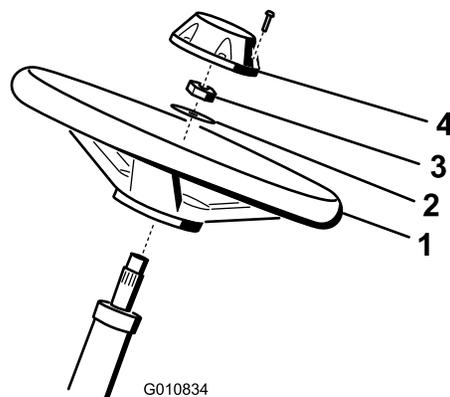

図 4
1. ハンドルをステアリングシャフトにはめ込む **図 4**。
2. ワッシャをステアリングシャフトにはめ込む **図 4**。
2.83.6kg/m = 2026ft-lb にトルク締めする **図 4**。
4. キャップを取り付け、ボルト6本で固定する **図 4**。